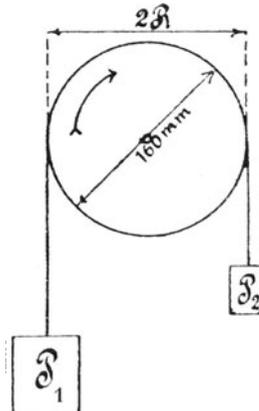

Fig. 77.
204. Ein Reihenelektromotor soll gebremst werden. Zu dem Zweck wird gemessen: die Klemmenspannung $e = 100$ [120] (220) V, die Stromstärke $i = 10$ [12] (8) A, die Tourenzahl $n = 1500$ [1800] (1200) pro Minute, der Anker- und Magnetwiderstand $w_a + w_m = 2$ [1] (1) Ω , die Bremsgewichte $P_1 = 6$ [7,5] (15,5) kg, $P_2 = 0,8$ [1] (2,5) kg und der Scheibendurchmesser $2R = 160$ mm. (Fig. 77.) Gesucht:
- f) die unter a, b, c, d, e verlangten Größen, wenn bei unveränderter Belastung die Klemmenspannung auf 110 [125] (230) V erhöht wird.